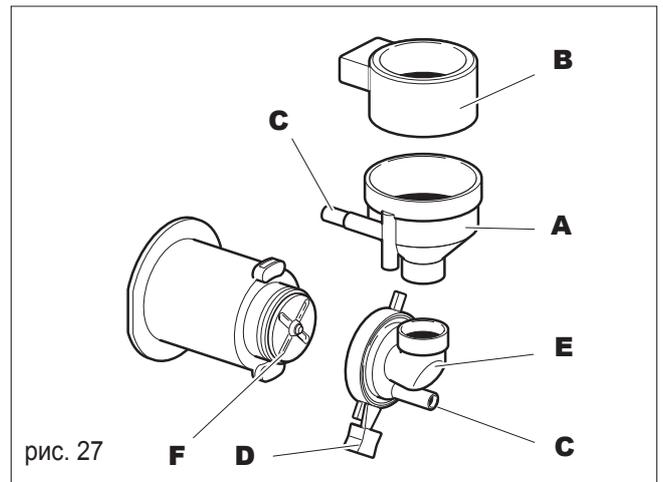

рис. 27
- Снимите воронку (**А**, рис. 27), сняв перед этим крышку воронки (**В**, рис. 27);
Разъедините при этом силиконовую трубку подачи воды в воронку (**С**, рис. 27);
- Поверните ручку соединительного колена (**Д**, рис. 27);
- Снимите диспенсер (**Е**, рис. 27) полностью;
- Промойте вентилятор миксера (**Ф**, рис. 27) используя теплую воду не слишком сильно надавливая на него, чтобы не повредить уплотнитель.
- Промойте полностью в теплой воде все компоненты диспенсера и снова соберите в обратном порядке. Будьте внимательны и не забудьте вставить силиконовые трубки подачи воды и подачи напитка (**С**, рис. 27).